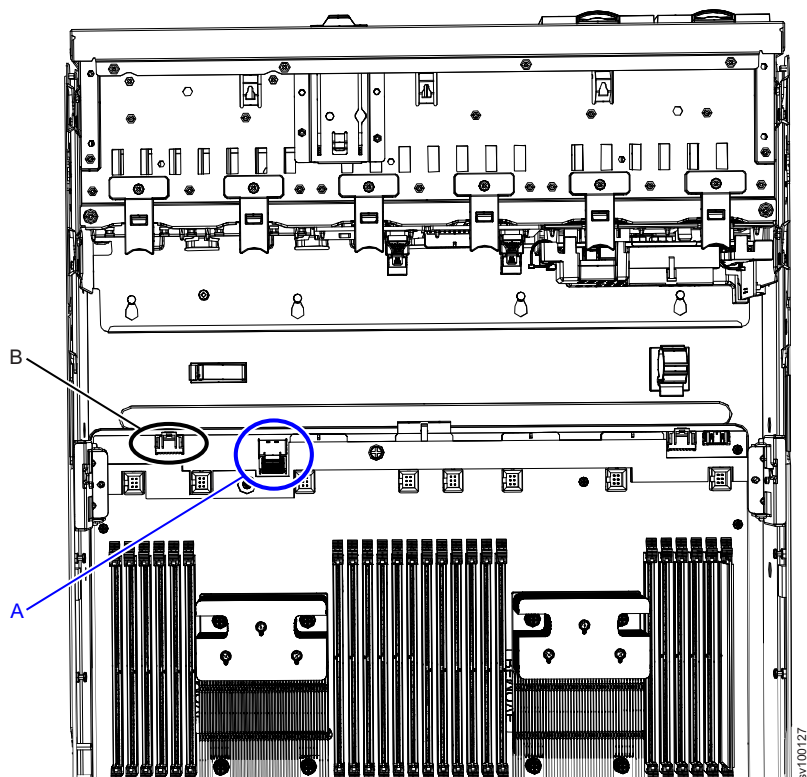

图 167. 主板上用于操作员信息面板电缆的电缆接口
2. 从主板上的接口（**A** 和 **B**）拔下蓝色和黑色电缆，如第 203 页的图 167 中所示。